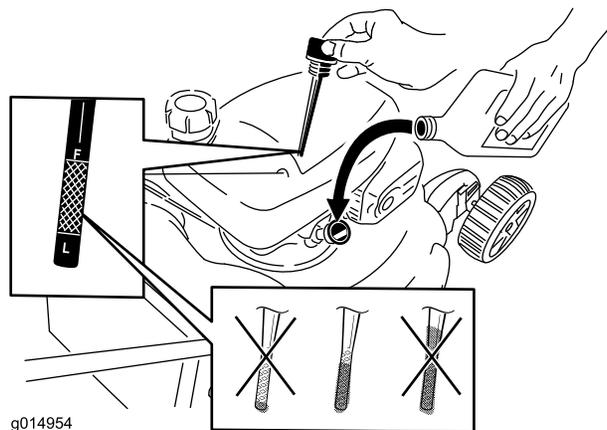

Рисунок 37
- Извлеките щуп из маслозаливной горловины (Рисунок 37).
12. Выньте шуп и проверьте уровень масла, см. Рисунок 37.
- Если уровень масла слишком низкий, медленно залейте небольшое количество масла в маслозаливную горловину и повторите действия 10 – 12, чтобы масло достигло требуемого уровня, как показано на Рисунок 37.